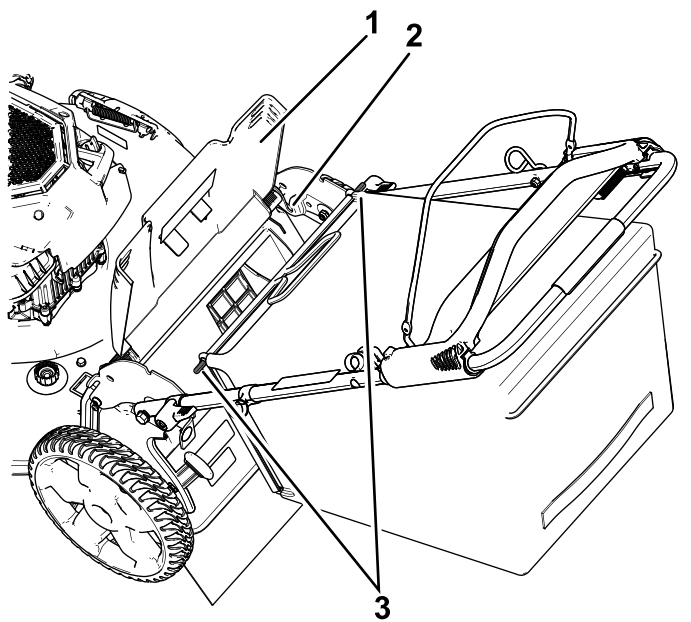

Figure 17
1. Soulevez le volet arrière et gardez-le dans cette position (Figure 17).
2. Montez le bac à herbe en veillant à placer les ergots dans les crans du guidon (Figure 17).